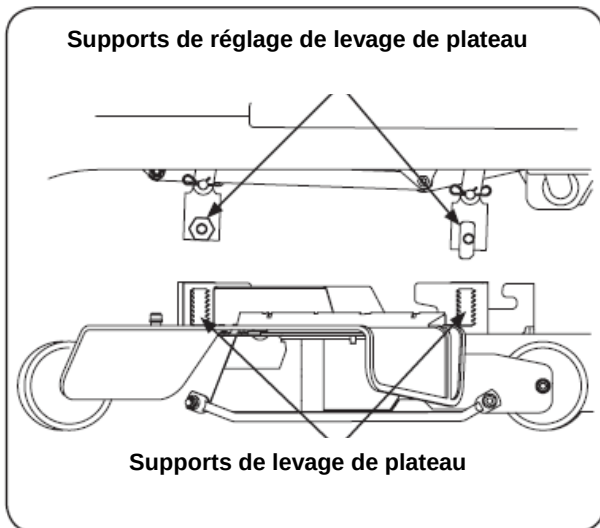

Figure 7-6
2. Glissez le plateau sous le tracteur sur le côté droit du tracteur alignant les supports de réglage de levage de plateau et les supports de levage de plateau sur le plateau. Consultez la Fig. 7-6.